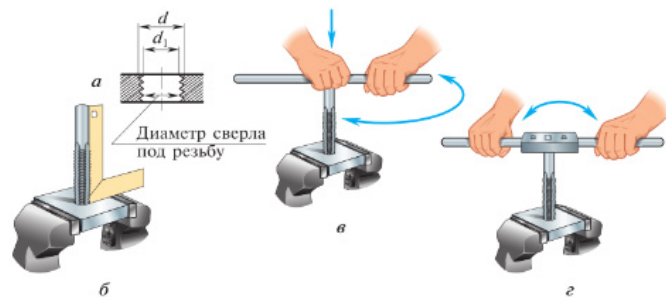

Рис. 5.53. Нарезание внутренней резьбы в сквозных отверстиях:
Последовательность нарезания внутренней резьбы в сквозных отверстиях (рис. 5.53)
6. Зажмите заготовку в тисках, установите в отверстие метчик и проверьте его перпендикулярность по угольнику (рис. 5.53, б).
7. Смажьте метчик, установите в отверстие и наденьте на квадрат хвостовика вороток (рис. 5.53, в).
9. Возьмите вороток двумя руками и вращайте по направлению резьбы с перехватом рук через каждые пол-оборота, периодически поворачивая вороток на четверть оборота в обратную сторону (для отламывания стружки) (рис. 5.53, г).
1. Определите по чертежу диаметр, вид резьбы и длину нарезаемой заготовки (рис. 5.53).
Цель работы: освоить технику нарезания наружной резьбы на детали, обработанной на токарно-винторезном станке (рис. 5.53).